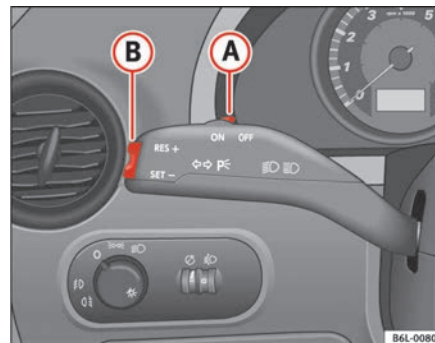

Fig. 102 Palanca de intermitentes y de luz de carretera: conmutador y tecla basculante para el regulador de velocidad
- Mueva el mando ➔ fig. 102 **(A)** hacia la izquierda hasta la posición **ON**.